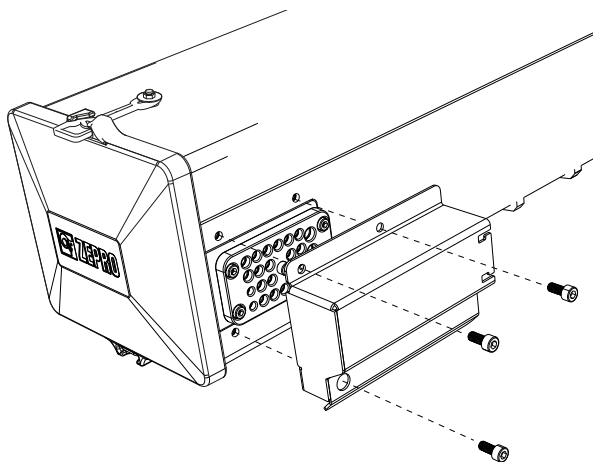

Imagen 76. La cubierta de protección del prensaestopas está montada con tres tornillos
1. Retirar la cubierta de protección del prensaestopas, está montada con tres tornillos, véase Imagen 76.
2. Montar la cubierta de protección del prensaestopas con los tres tornillos correspondientes, véase Imagen 76.